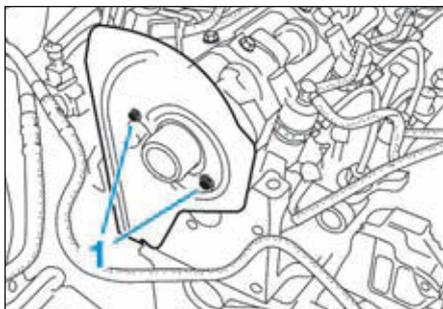

FIG.69
- les vis de fixation du carter intérieur (1) (Fig.69),